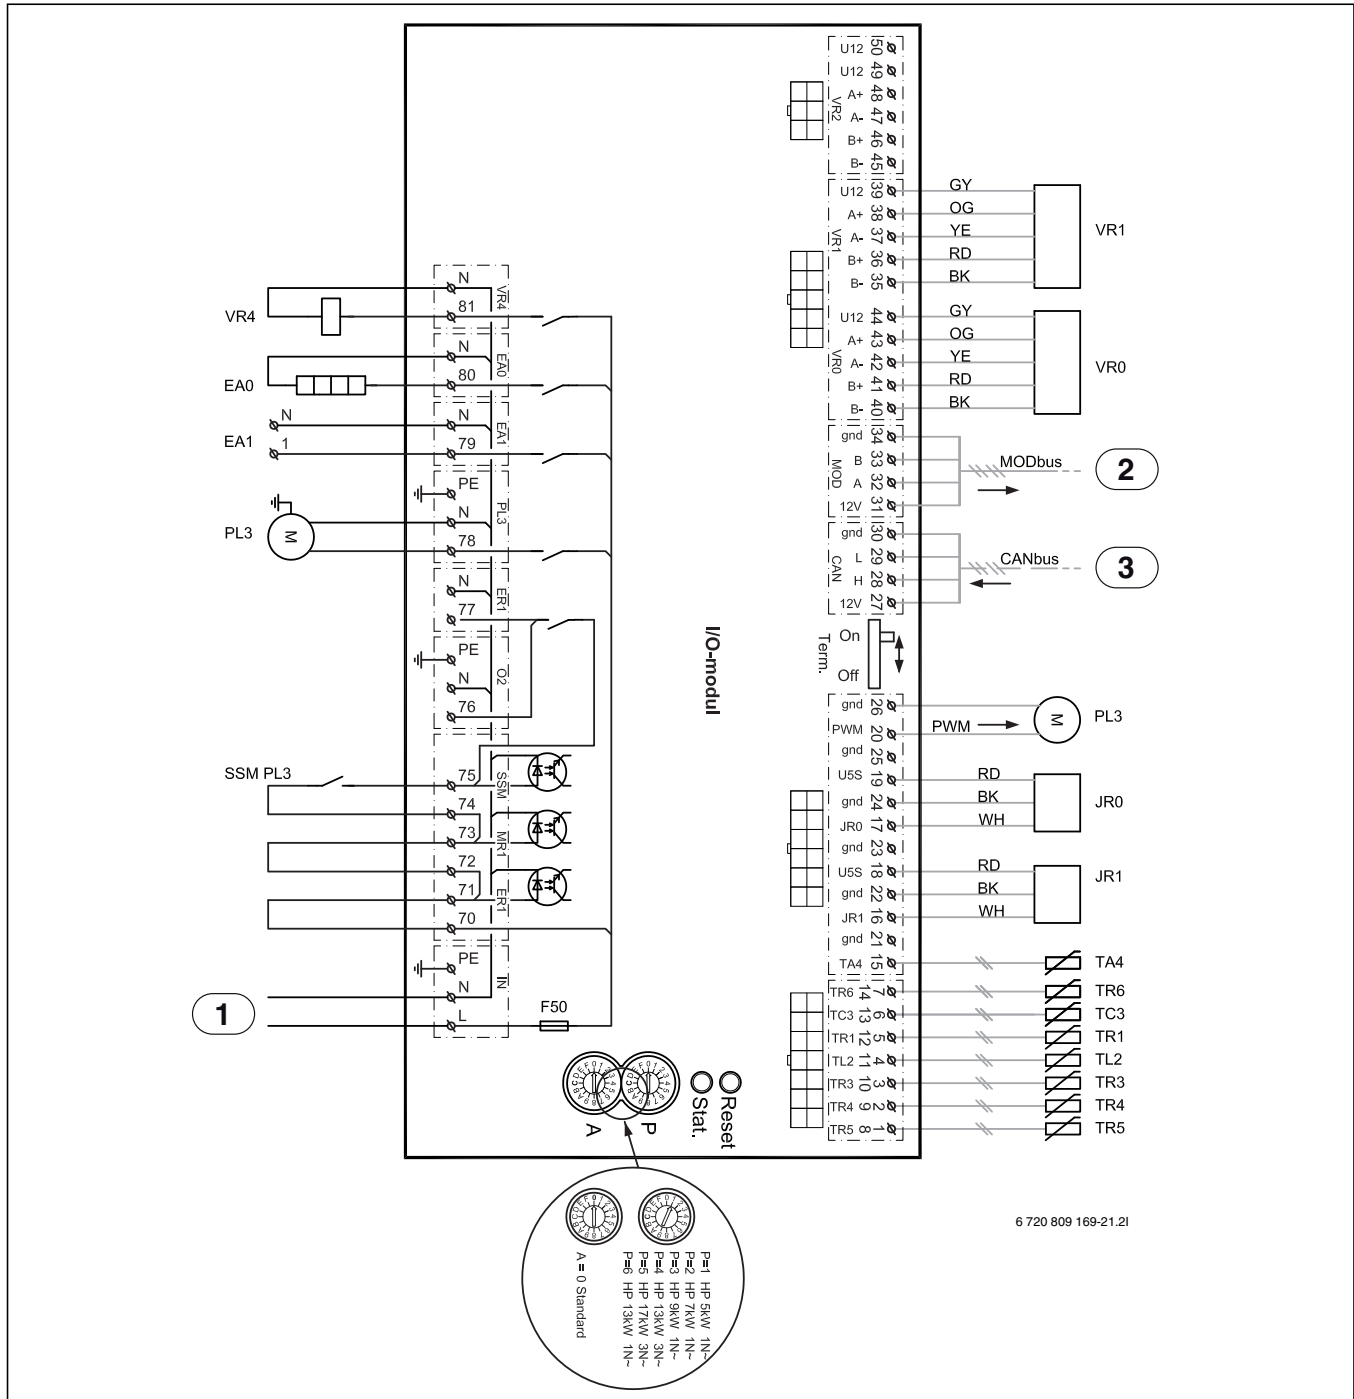

Fig. 20 Schema elettrico per scheda modulo I/O
- [3] MOD-BUS alla scheda del modulo I/O ([2] fig. 20)
- [4] Tensione di alimentazione elettrica della scheda del modulo I/O ([1] fig. 20)